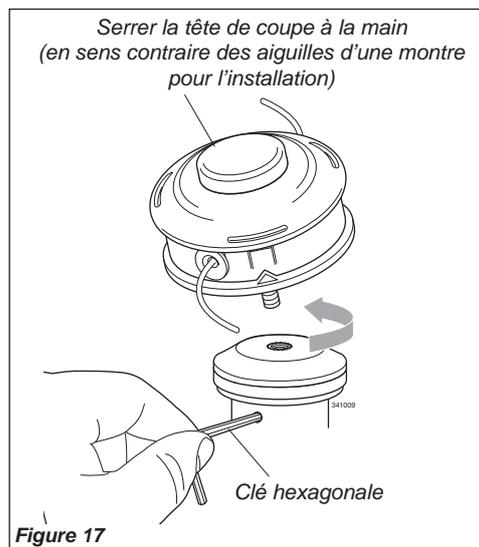

Figure 17
4. En utilisant la clé hexagonale pour maintenir le support A, installer et serrer la tête de coupe à la main (en sens contraire des aiguilles d'une montre pour l'installation). Voir la figure 17.